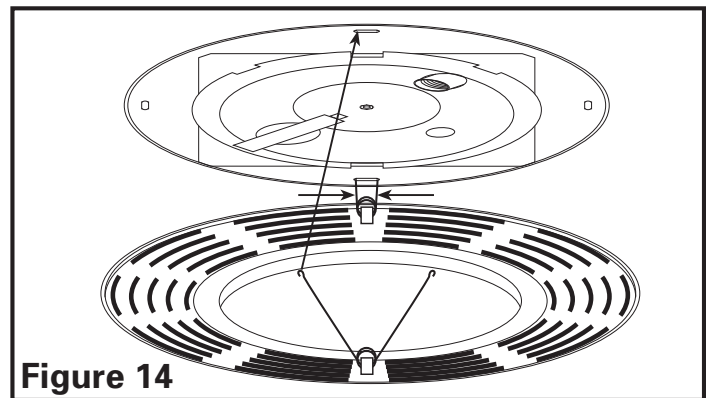

Figure 14
5. Installer la grille en pressant ensemble les deux extr mit s des ressorts et en les installant dans les fentes du ch ssis du ventilateur. Pousser la grille en position (**Figure 14**).